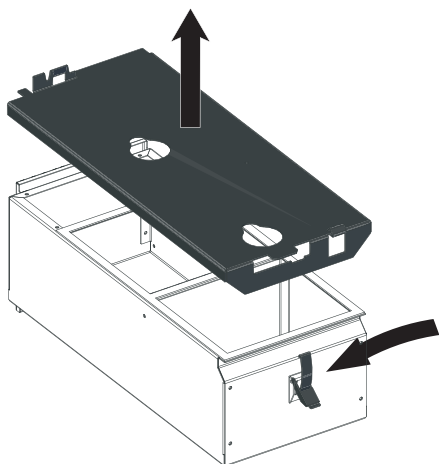

Fig. 48 Spannbügelverschlüsse öffnen, Deckel abnehmen
- ▶ Seitliche Spannbügelverschlüsse lösen, Deckel abnehmen und Aschebox entleeren – Fig. 48.